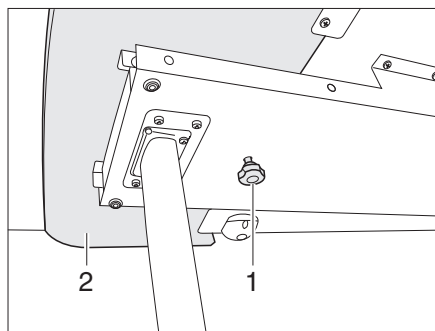
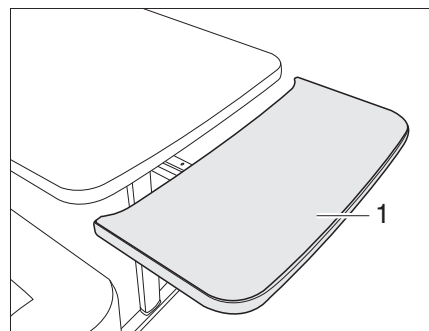

Fig. 81 Verrouillage de la rallonge de table
Fig. 82 Rallonge de table
- Desserrer la vis moletée (Fig. 81,1).
- Faire entièrement sortir la rallonge de table (Fig. 81,2) (Fig. 82).
- Faire opérer un arc de cercle vers le haut à la rallonge du plateau de table (Fig. 82,1). La rallonge du plateau de table affleure au plateau de table.
- Tirer à fond la rallonge du plateau de table (Fig. 82,1) dans le sens opposé au plateau et la pousser vers le bas en forçant la résistance des ressorts de retenue. La rallonge du plateau de table descend en opérant un arc de cercle (Fig. 82).
- Serrer la vis moletée (Fig. 81,1).